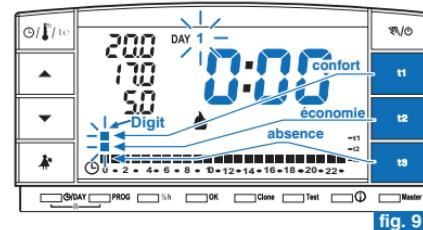

fig. 9
Les deux digits de **t1** et **t2** se référant à l'heure **0:00** ainsi que le numéro **1** correspondant au **Lundi** (fig. 9) s'afficheront en clignotant sur l'écran.
- Le choix de la température et de l'heure (digit clignotant) se fera en appuyant sur la touche correspondante (**t1**, **t2** et **t3**) (fig. 9).